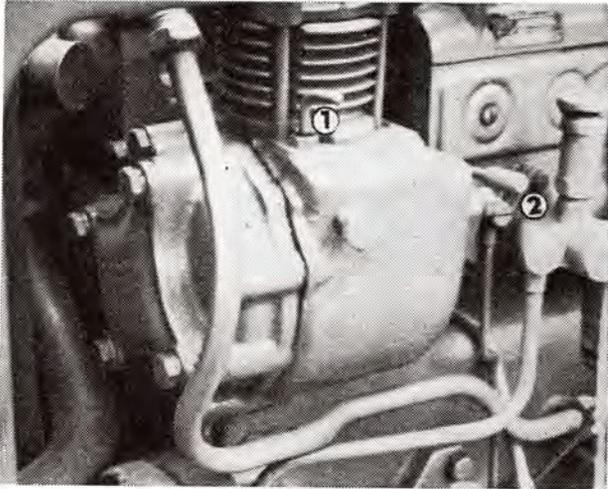
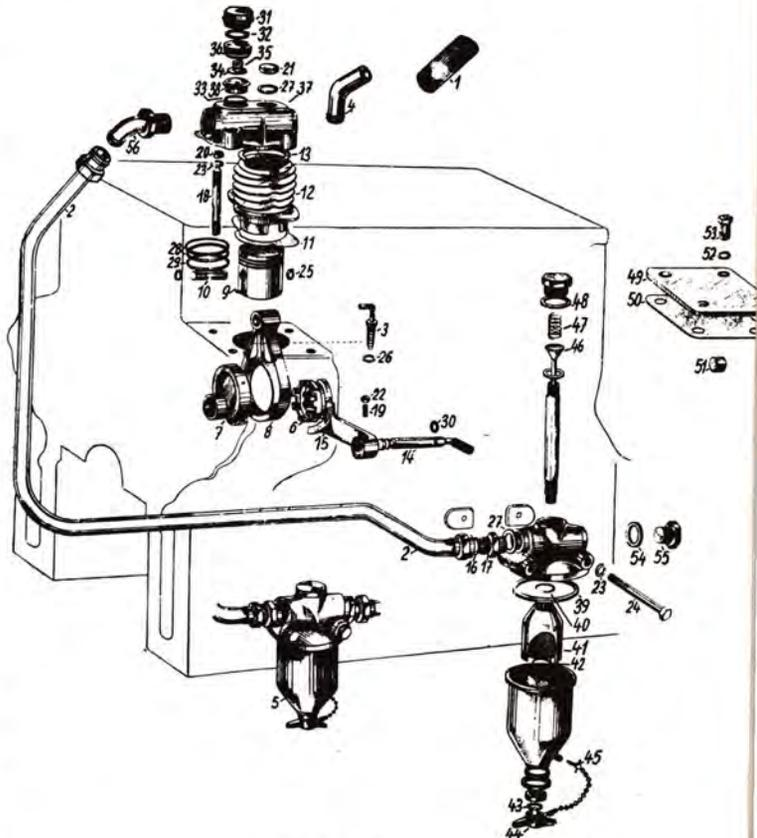

Abb. 64
Abb. 65
Der Luftverdichter ist an der linken Seite des Kurbelkastens anmontiert. Er wird durch einen Exzenter der Einspritzpumpen-Antriebswelle angetrieben. Die Einschaltung wird bei angehobener Sicherung (Abb. 64/1) mit einem Hebel (Abb. 64/2), der die Zahnkupplung betätigt, durchgeführt.
Der wichtigste Teil des Luftverdichters ist der Luftverdichterkopf (Abb. 65/37), in dem das Saug- und Druckventil angeordnet ist. Der Luftverdichter wird entweder zum Auffüllen der Reifen mit Hilfe eines Schlauches oder für die Druckluftbremsanlage benutzt.
8. Der Gummi-Saugschlauch (Abb. 65/1) ist abziehen und die Mutter (Abb. 65/56) des Füllerrohres auszuschrauben.
9. Vier Muttern M 8 (Abb. 65/20) sind von den Schrauben des Zylinderkopfes des Luftverdichters abzunehmen. Der Kopf ist von den Schrauben abziehen.
10. Die Schaltsicherung (Abb. 65/3) ist auszuschrauben, die Schieböhse in den Eingriff einzuschieben.
- Der Exzenter (Abb. 65/7) ist in die Pleuelstange (Abb. 65/8) und die Pleuelstange mit Kolben in das Luftverdichtergehäuse so einzusetzen, dass der Mitnehmer des Exzenters mit der Schiebehülse verbunden ist.
Anmerkung: Bei der Montage des Luftverdichters auf den Schlepper, der nicht mit einem Luftverdichter ausgestattet war, sind zuerst vier Schrauben M 8 (Abb. 65/53) des Luftverdichterdeckels (Abb. 65/49) auszuschrauben und der Deckel ist abzunehmen. Weiters ist nach Anleitung vorzugehen.
Die Druckluftbremsen dienen zum Abbremsen des Anhängers. Sie bestehen aus Luftverdichter, Ölabscheider, Luftdruckausgleicher, Luftbehälter, Bremsventil und Kupplungskopf mit Klappe. Durch Umstellen des Einrückhebels (Abb. 64/2) wird der Luftverdichter in Tätigkeit gesetzt. Vom Luftverdichter wird die Druckluft über den Reifenfüller (Abb. 65/5), den Druckausgleicher, den Luftbehälter und den Anschluss zum Druckmesser und über das Bremsventil in den Kupplungskopf mit Klappe geleitet.